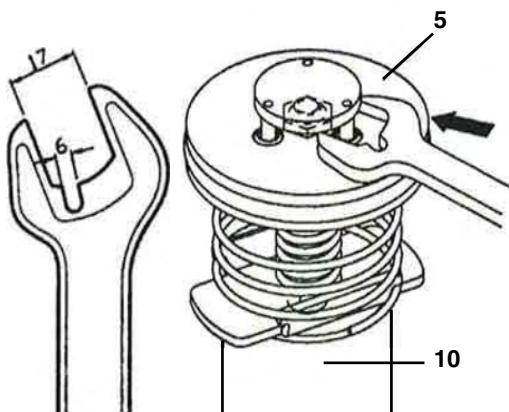

Fig. 9
4. Use a prepared 17mm wrench (see fig. 9) to disassemble the inverting set (5).
4. Desenroscar el con junto inversor (5) con una llave fija de 17mm pre-parada (Fig. 9).
4. Utiliser une clé de 17 mm adaptee (voir Fig. 9) pour déposer l' inverseur (5).